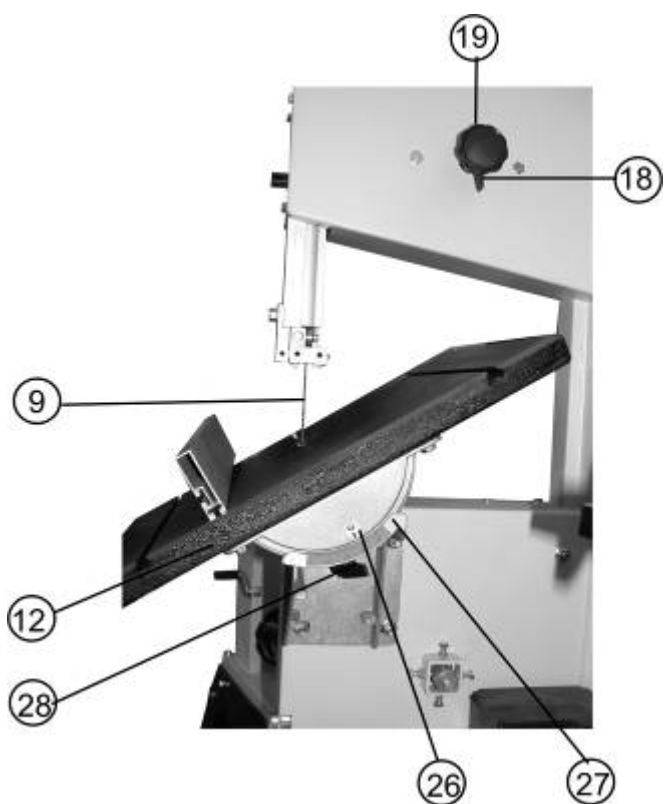

Рис.8
11.2. Установка рабочего стола под углом к пильной ленте (Рис.8)
11.3. Регулировка смещения пильной ленты (Рис. 8, 9, 10, 12)